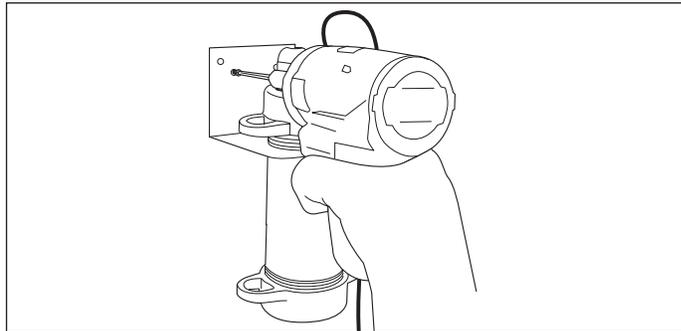

Figura 20-8
4. Coloque la cámara del sensor de combustible ya ensamblada cerca del acoplamiento del tubo DoubleTrac®. (Figura 20-8)